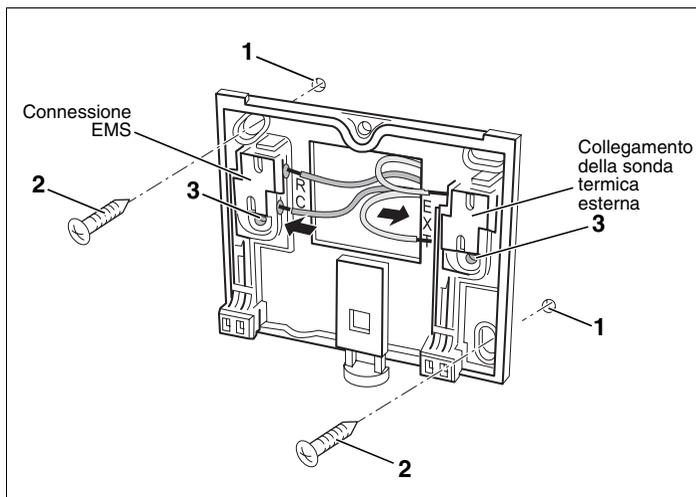

Fig. 3 Fissaggio della piastra di montaggio sull'intonaco
- Eseguite due fori nella parete nei punti previsti, utilizzando la piastra di montaggio come maschera (fig. 3).
- Inserite i tasselli in dotazione nei fori (fig. 3, **pos. 1**).
- Fissate la piastra di montaggio, usando le viti in dotazione (fig. 3, **pos. 2**).
Per il montaggio sulla scatola ad incasso è possibile usare i fori di fissaggio laterali (fig. 3, **pos. 3**).
- Collegate il cavo Bus a due fili dall'Energy Management System (EMS) ai morsetti "RC" (fig. 3). La polarità dei fili è irrilevante.
- Se presente: Collegate la sonda termica esterna (accessorio) ai morsetti "EXT" (fig. 3).